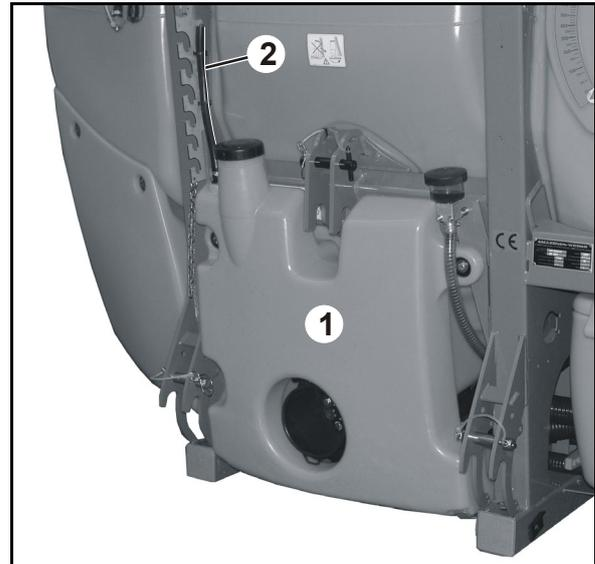

Fig. 17
3. Na área de controlo, coloque as torneiras de comando na posição indicada (Fig. 17):